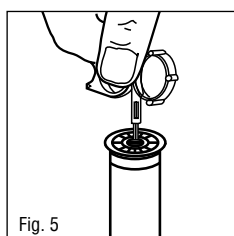

Fig. 5
1. Insertar el extremo hexagonal de la llave Hunter en el tornillo de acero inoxidable y girar hacia la izquierda para aumentar el arco (Fig.5).